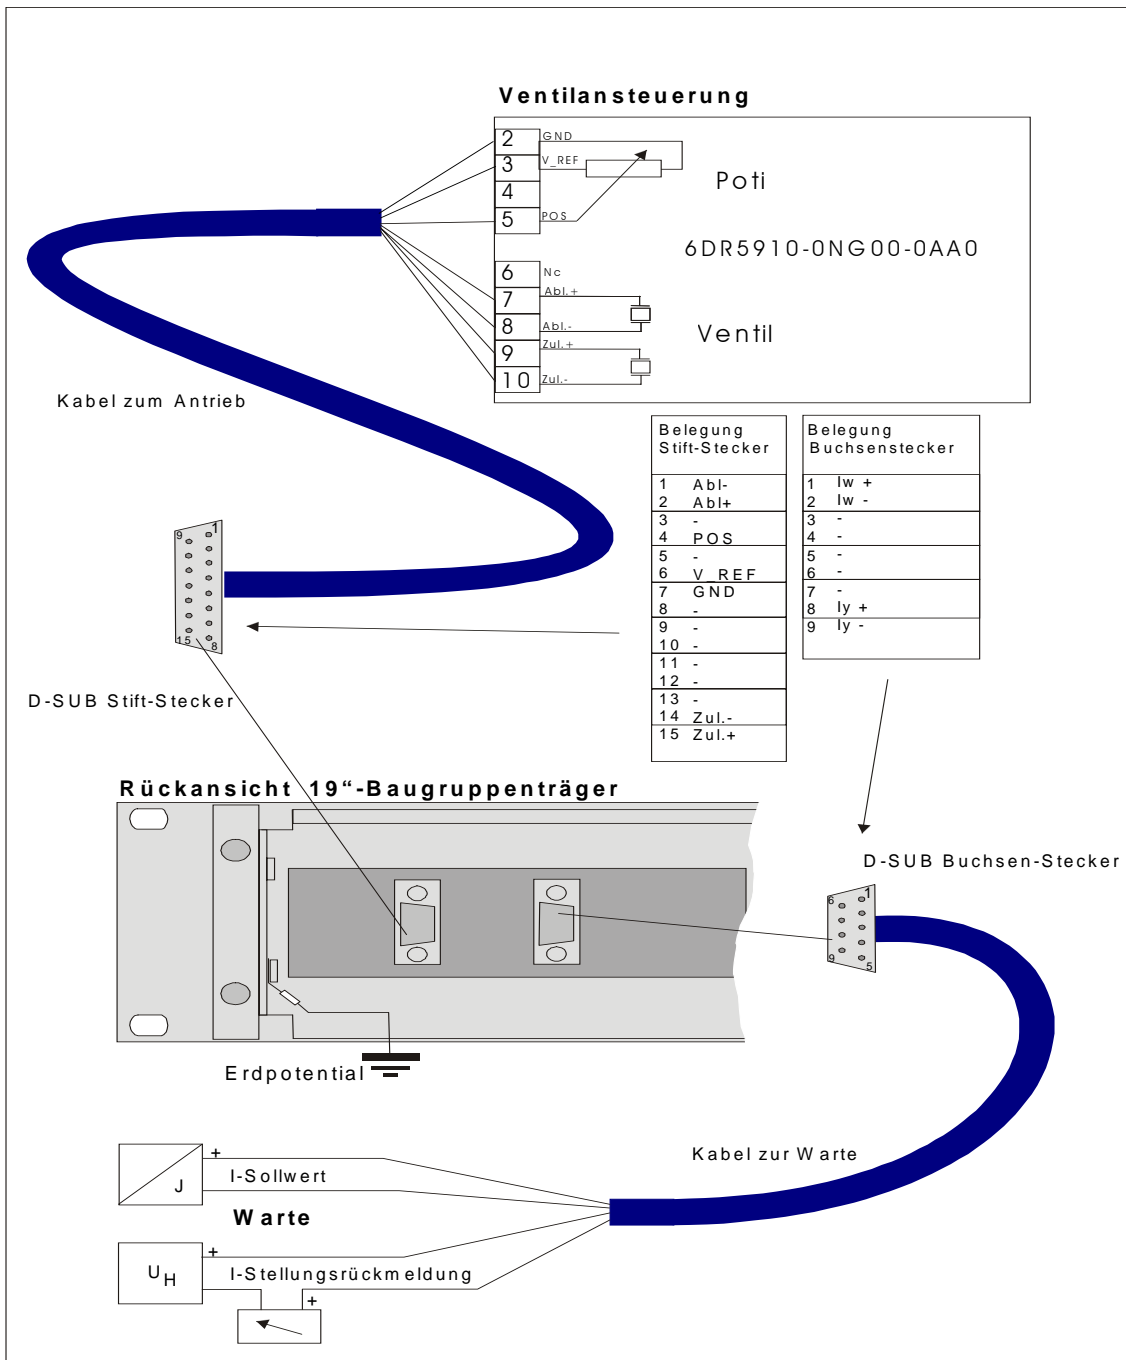

Bild 3-6 Elektrischer Anschluß
5. Schließen Sie die Adern gemäß Bild 3-6, Seite 18 an